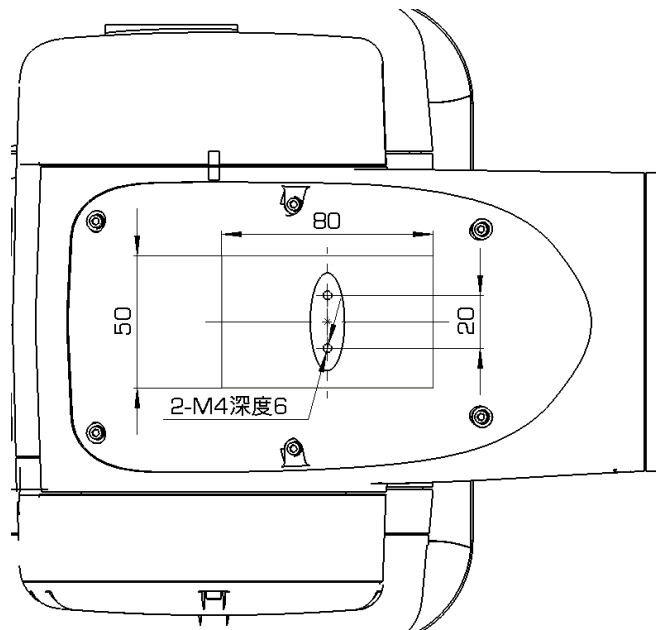

图 6-9 AIR7L-B 型操作机肘部负载接口尺寸示意图
AIR7L-B 型操作机 J3 轴肘部的设备安装孔规格及尺寸如图 6-9 所示。
- 肘部负载质心位置需位于图 6-9 所示 50mm × 80mm 区域内部。